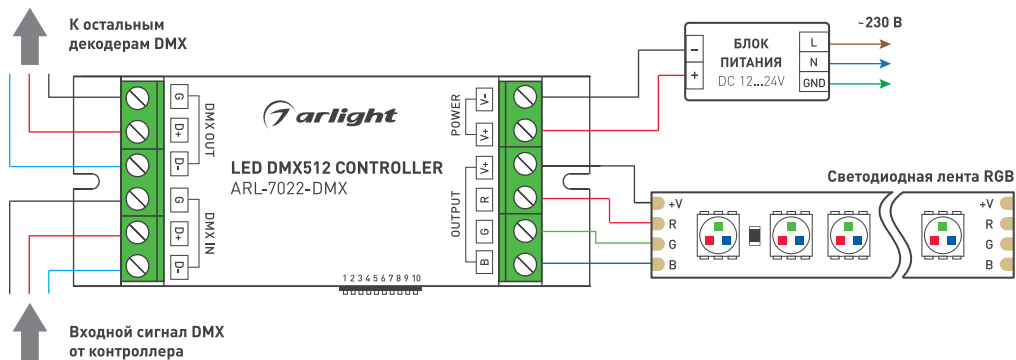

Рисунок 1. Схема подключения декодера
- 3.4. Подключите провода от DMX-контроллера ко входу DMX IN (см. рис. 1), соблюдая полярность. Соблюдение полярности обязательно, в противном случае управление декодером не будет осуществляться.
- 3.5. Подключите выход блока питания ко входу POWER декодера (см. рис. 1), соблюдая полярность.